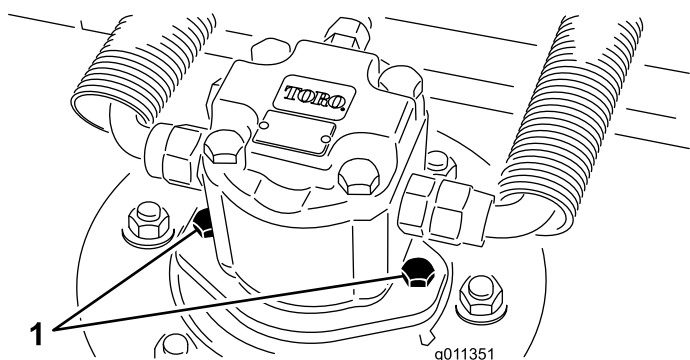

Figura 71
2. Scollegate e staccate il motore idraulico dall'apparato di taglio (Figura 71). Coprite la parte superiore del fusello per impedire che venga contaminato.
4. Montate il motore idraulico sul piatto di taglio (Figura 71). Verificate che l'O-ring sia in sede e non sia danneggiato.